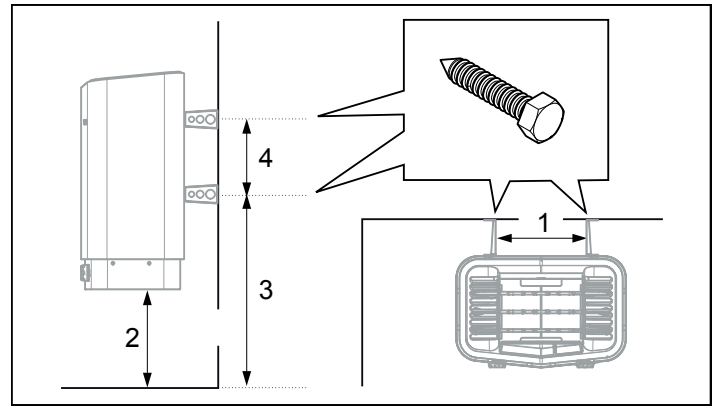

Figure 8 : dimensionnement
2. Positionnez les vis de supports en fonction du dimensionnement indiqué, voir figure 8, page 13.